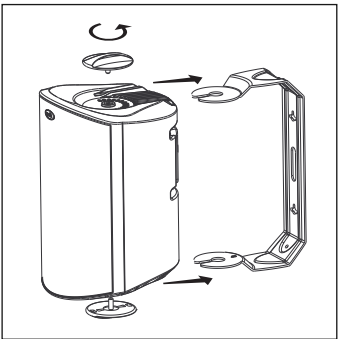

FIGURA 10: Gire os botões do suporte para remover o suporte.
- 4. Usando os orifícios em forma de fechadura do suporte como modelo, marque a posição dos dois orifícios no local de instalação com um lápis. Para isso, remova os botões inferior e superior do suporte e remova o suporte [figura 10].